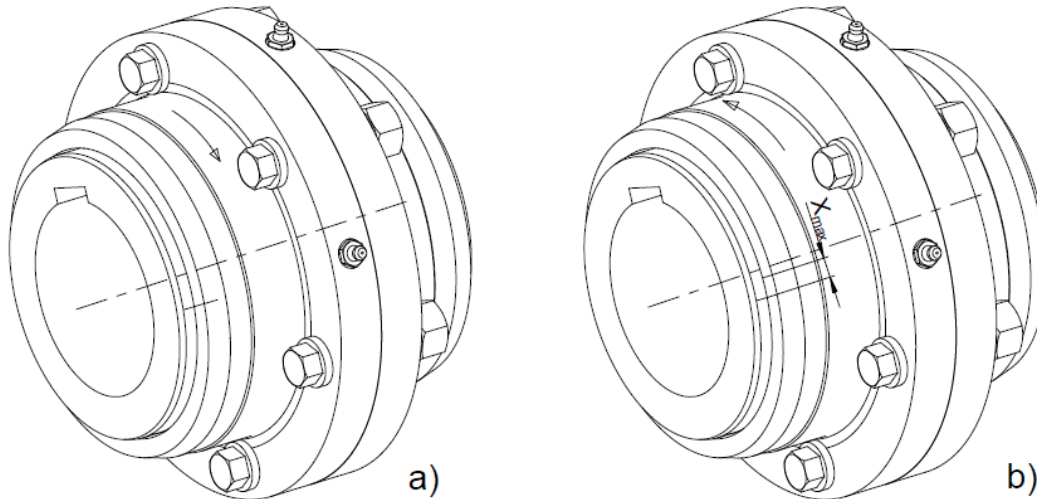

Abbildung 11.1: Überprüfung der Verschleißgrenze
- Markierung an die Nabe Pos. 1 und Kupplungshälfte Pos. 2, wie in der Abbildung 11.1 (a), setzen
- Abstand  $X_{\max}$  (siehe Abbildung 11.1 (b)) zwischen den Markierungen messen und mit Tabelle 11.1 vergleichen